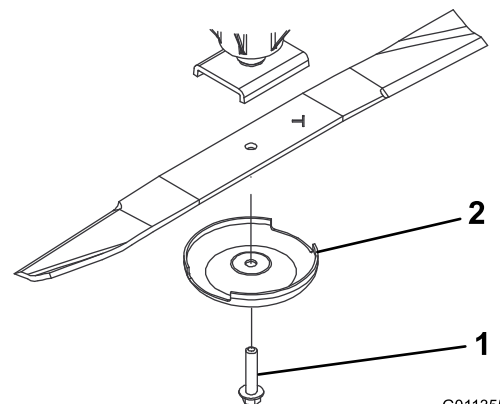

Bild 70
- Halten Sie das Ende des Messers mit einem dicken Handschuh oder Tuch fest und entfernen Sie die Messerschraube, Antiskalpierkuppe und das Messer von der Spindelwelle (Bild 70).
- Setzen Sie das Messer (der Flügel sollte zum Mähwerk zeigen) mit der Antiskalpierkuppe und der Messerschraube ein. (Bild 70).